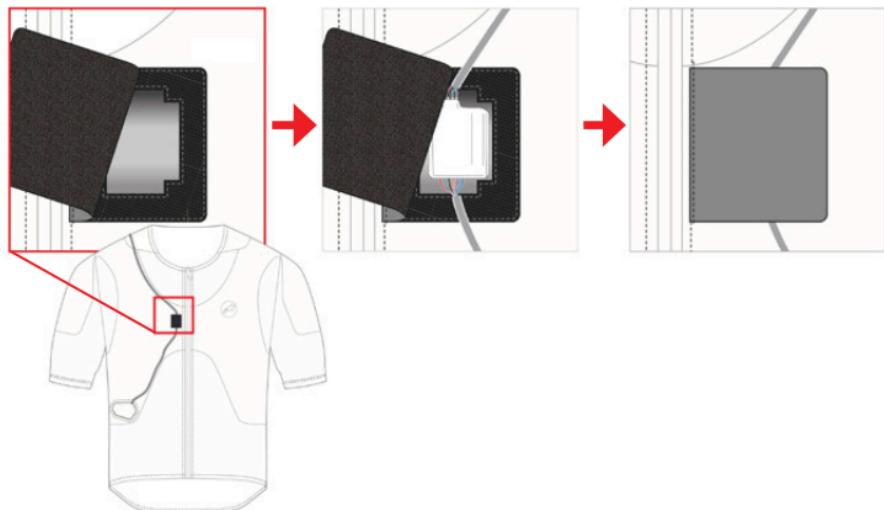

图 26：插入 LED 显示屏 (3) 和激活拉链 (2)
1. 插入 LED 显示屏 (3) 和激活拉链 (2) – 将 LED 显示屏 (3) 重新插入外壳插槽，将激活拉链 (2) 放回口袋，注意将激活拉链 (2) 正确放置在外壳内，并确保魔术贴紧密闭合，如图 26 所示。